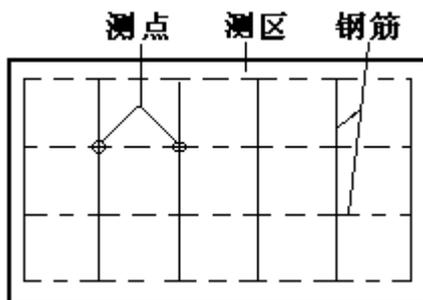
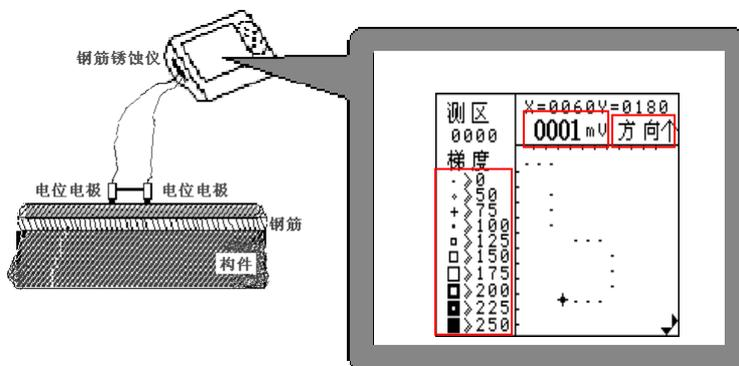
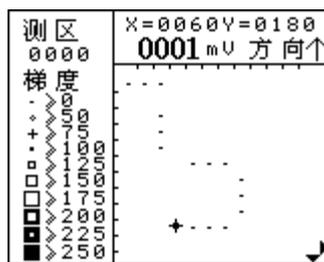

图 2-2 测区和测点布置
图 3-6 钢筋锈蚀仪梯度测量方式示意
图 3-7 参数设置界面图
- 先找到钢筋并用粉笔标出位置与走向，钢筋的交叉点即为测点(如图 2-2)
梯度测试无需将混凝土凿开，用两个相距 20cm 的梯度电极，测区和测点布置同图 2-2。点距建议采用 20cm。锈蚀仪连接见图 3-6。除测试类型改为梯度测试如图 3-7，其它同电位测试。